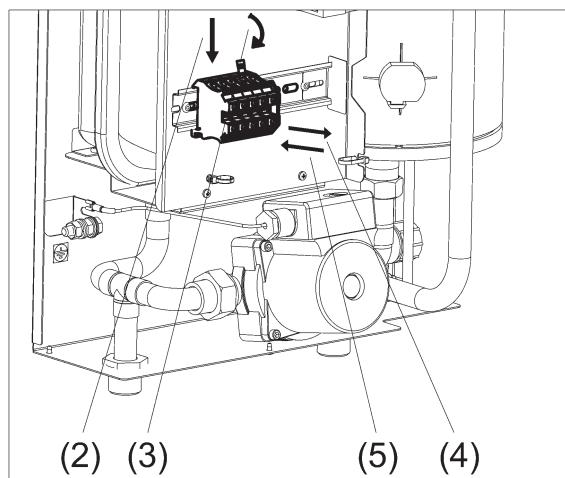

Рисунок 19. Замена винтовых клеммных колодок
- (1) Отсоедините все провода от колодки, которую требуется заменить (см. рис. 19);
- (2) Нажмите плоской отвёрткой на “язычок” колодки;
- (3) Чуть поверните колодку в сторону;
- (4) Снимите колодку с DIN-рейки;
- (5) Поставьте новую колодку на DIN-рейку взамен прежней;
- (6) Подсоедините к новой колодке отсоединеные провода.